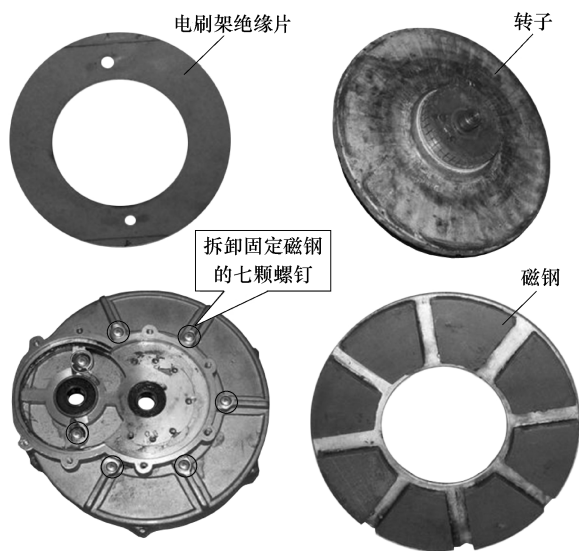

图 6-51 拆解转子和磁钢
7) 依次拆下电刷架绝缘片、磁钢、转子，如图 6-51 所示。